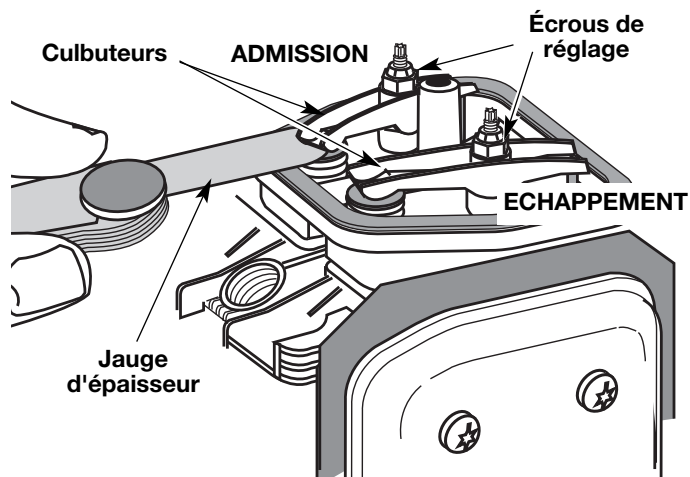

Fig. 66
9. Glissez la jauge d'épaisseur entre le culbuteur et le ressort de rappel de la soupape. Mesurez le jeu entre la tige de soupape et le culbuteur (Fig. 66). Faites-le pour les soupapes d'admission et d'échappement.